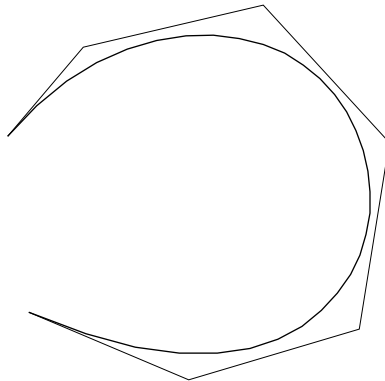

Fig. 2
- 3 On the **Display tab**, check the **Polyline check box**. **OK** (Fig. 2).